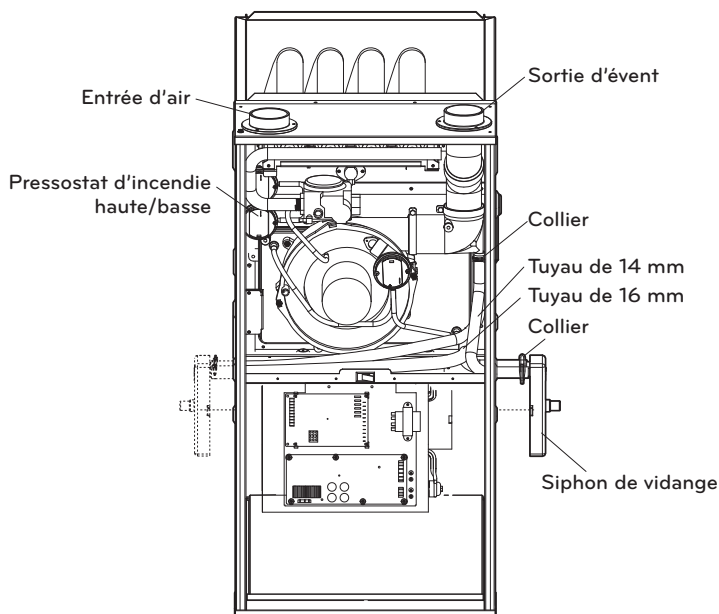

Fig 6-7. Installation à flux ascendant, ventilation par le haut
- Connectez un tuyau de 16 mm entre le boîtier collecteur et le piège et connectez un tuyau de 14 mm entre le coude et le piège. (voir Fig.6-7). Coupez les tuyaux en excès si nécessaire.